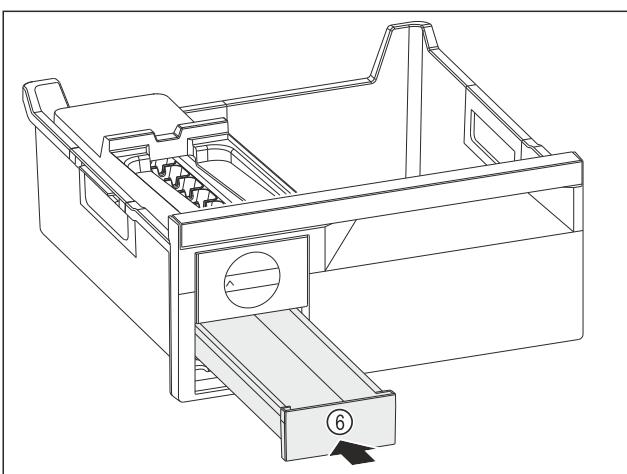

Fig. 92
- Inserați sertarul pentru cuburi de gheăță Fig. 92 (6).